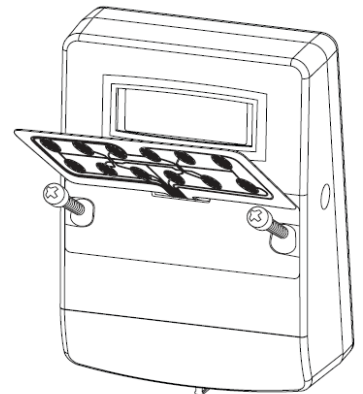

Abbildung 15
5. Entfernen Sie die Schutzfolie auf der Rückseite der Folientastatur. Richten Sie die Tastatur nochmals vorsichtig aus und kleben Sie sie dann auf die Eingabeeinheit (Abbildung 15). Lesen Sie dazu auch die Installationsanleitung des Schlosses unter www.kaba.com/safe-locks
Die Eingabeeinheit 8130 wird mit nicht aufgeklebter Folientastatur ausgeliefert. (Abbildung 15)
3. Schrauben Sie die beiden Montageschrauben (US 8-32 oder M4-0.7 metrisch) durch das Gehäuse der Eingabeeinheit in die Tresortür. (Abbildung 15)